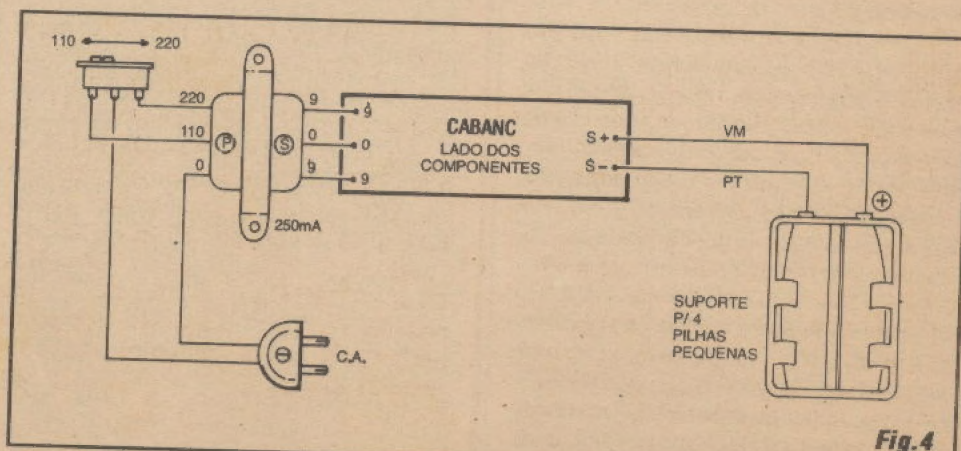

Fig. 4
- **FIG. 4 - CONEXÕES EXTERNAS À PLACA** - No diagrama a placa continua vista pelo seu lado *não cobreado* (como na figura anterior...), só que agora a ênfase se concentra nas ligações dos componentes e peças que ficam, fisicamente, *fora* do impresso... Observar, cuidadosamente, os seguintes pontos: polaridade (convencio-